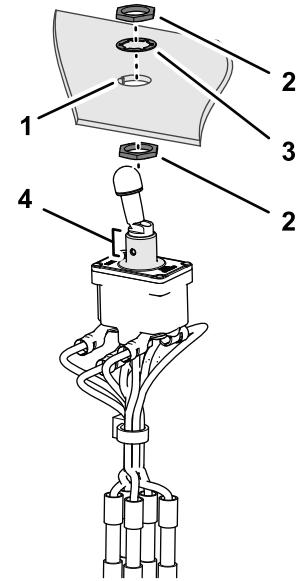

Figure 7
1. Si ce n'est déjà fait, vissez un écrou de blocage sur la nouvelle commande de PDF (Figure 7).
2. Alignez la rainure de détrompage de la commande et l'ergot détrompeur dans l'ouverture du panneau, puis insérez la commande dans le panneau (Figure 7).
3. Assemblez la commande sur le panneau à l'aide de la rondelle à crans intérieurs et l'écrou de blocage (Figure 7).